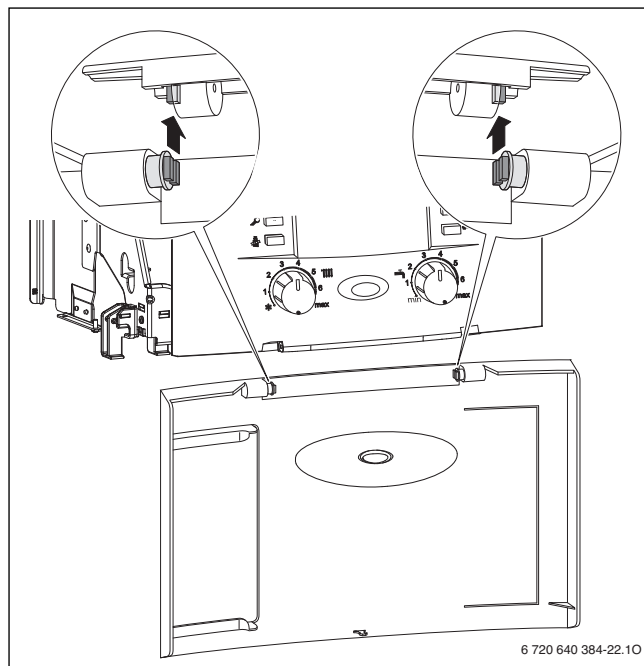

Bild 16
- ▶ Ausrichtung der Dämpfer prüfen (→ Bild 16).